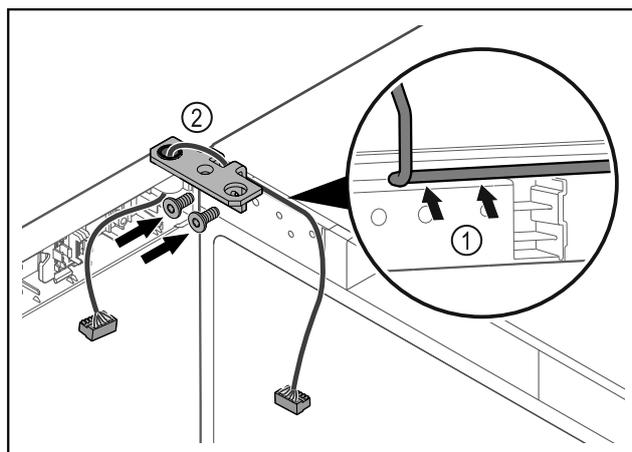

Fig. 42
- Introdurre il cavo nel foro della cerniera angolare e posarlo con cautela Fig. 42 (1).
- Avvitare la cerniera angolare Fig. 42 (2).